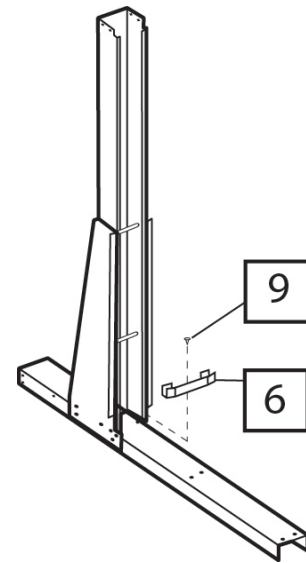

Abb. 7
- Nachdem alle Schrauben ohne Gewalteinwirkung festgezogen sind, muss, wie in Abb. 7 zu sehen, der Laufschieneanschluss (6) mit einer Schraube (9) angebracht werden. Alle Gruppen verbundener Elemente bezeichnen wir als Modul.